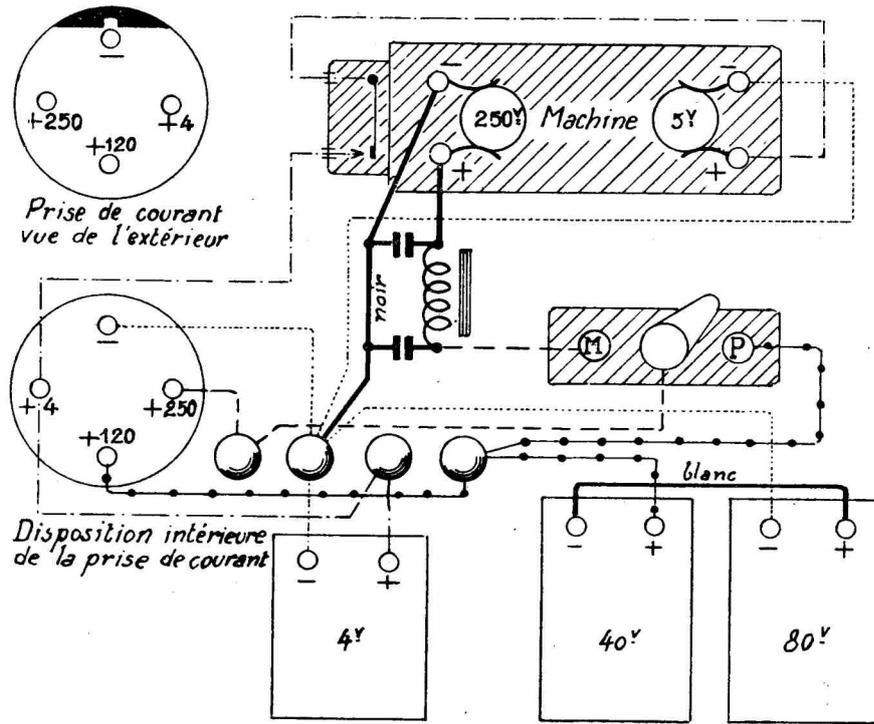

Fig. 13.
32. Le schéma d'ensemble de la boîte-machine est indiqué par la figure 13.